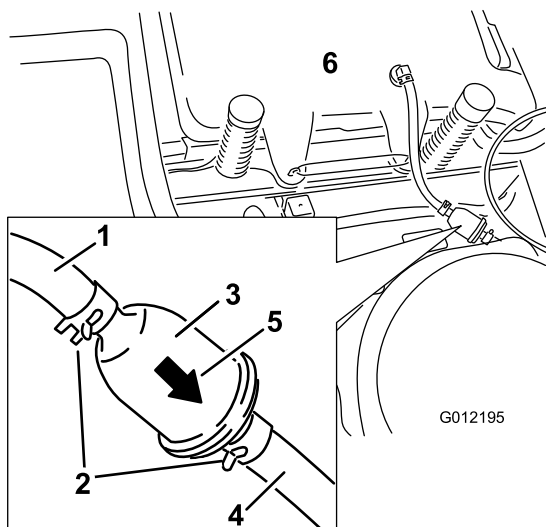

Figura 34
- Apriete los extremos de las abrazaderas y deslícelas por el tubo alejándolas del filtro (Figura 34).
- Instale un filtro nuevo – la flecha que indica el sentido de flujo debe apuntar hacia el motor. Acerque las abrazaderas al filtro (Figura 34) para sujetar éste.